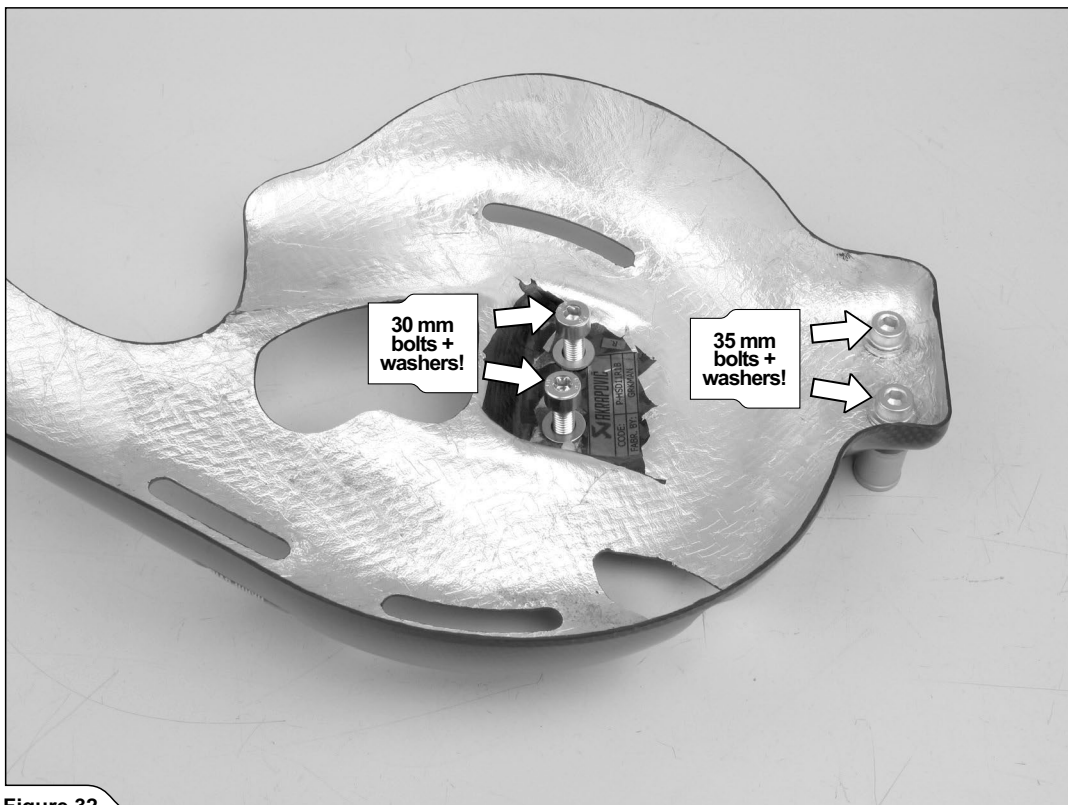

Figure 32
6. パッセンジャーフットペグなしで使用するタイプのみ: Akrapovič 取り付けキットに付属のスペーサー、ボルト、ワッシャーを使用して、ヒートガードをサブフレームに取り付けます (図 32、33、34)。